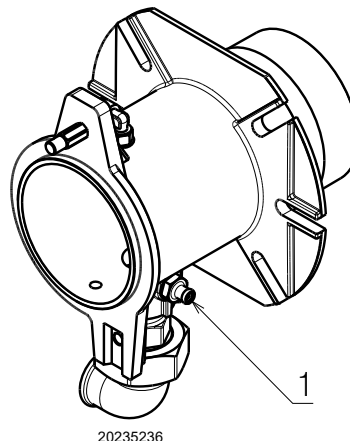

Fig. 21
Presión del gas medida en la toma 1)(Fig. 21), con:
- sustraer de la presión del gas en la toma 1)(Fig. 21) la presión en la cámara de combustión.
$$\begin{aligned} \text{Presión del gas en la toma 1)(Fig. 21)} &= 7 \text{ mbar} \\ \text{Presión en la cámara de combustión} &= 2,2 \text{ mbar} \\ 7 - 2,2 &= 4,8 \text{ mbar} \end{aligned}$$
presión necesaria en la toma 1)(Fig. 21).
Para conocer la presión del gas necesario en la toma 1)(Fig. 21), fijada la potencia máxima de modulación a la cual se desea que funcione el quemador:
- Leer a la derecha, columna 1, la presión en la toma 1)(Fig. 21).